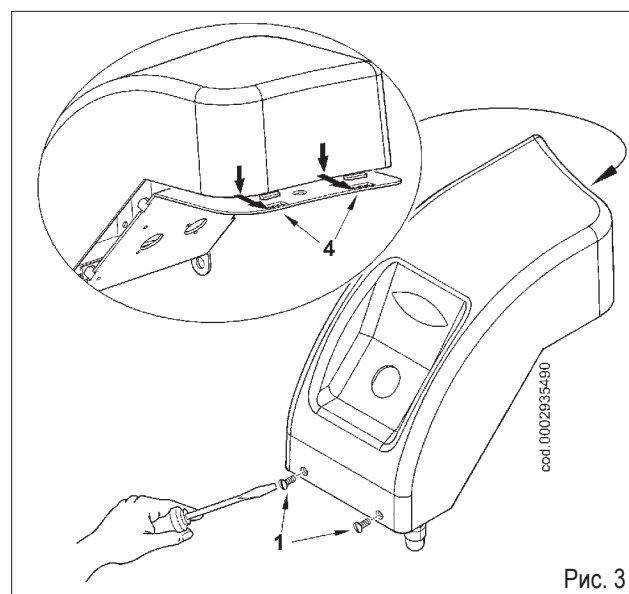

Рис. 3
- 3) Закрывать крышку, стараясь правильно разместить два крюка (4) в соответствующих гнездах (рис. 3).